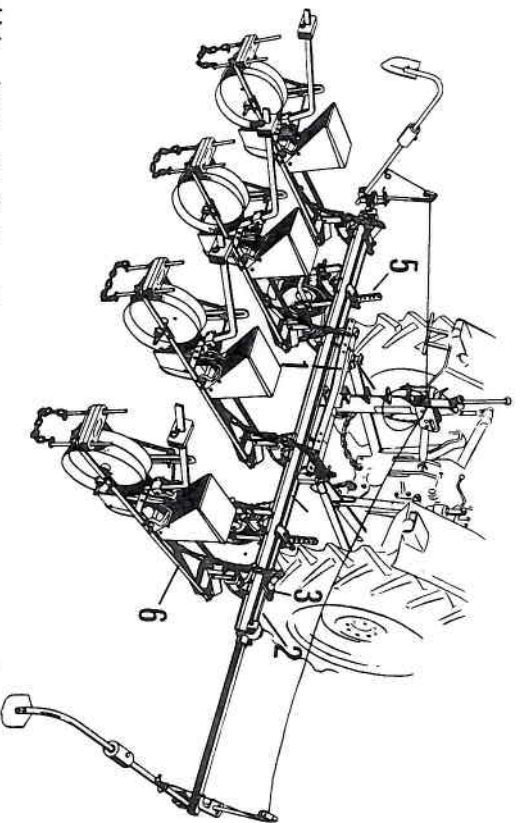

Abb. 118 Maissägerät
Grundrahmen mit Universal-schiene am Schlepper anbauen. Die Werkzeugklauen auf gewünschten Reihenabstand und Spurweite einstellen und die Einkorndrillen, Stützräder und Spurlockerer - wie Abb. 118 zeigt - anbauen.
Zum Ausheben der Einkorndrillen wird für die mittleren Apparate am Grundrahmen ein Hubgestänge (1) angesteckt und für die äußeren Apparate auf der Universal-schiene (2) ein Hubanker (3) angeschraubt (Abb. 118 und 120). Anbau und Einstellung der Spuranzeiger siehe Seite 34 und 35.